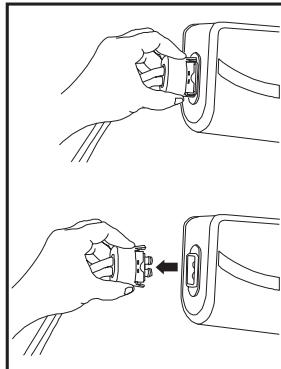

Figure 4 : Débranchement des tuyaux
2. Débrancher les tuyaux de la pompe pour mettre le matelas à niveau, comme indiqué à droite (figure 4).